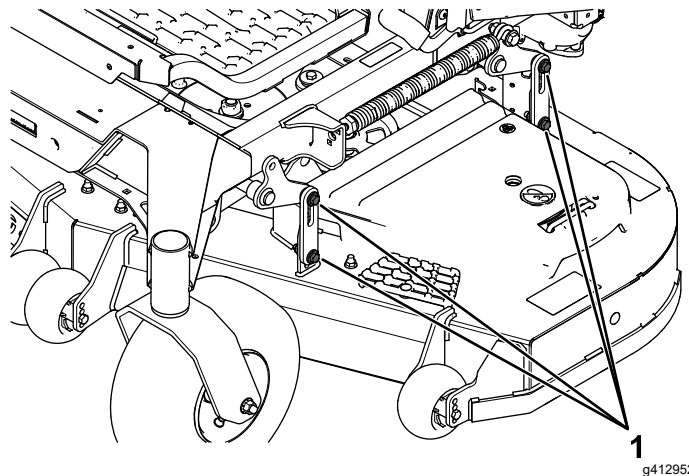

Рисунок 85
16. Ослабьте болты (**Рисунок 85**) на всех 4 углах и убедитесь в том, что дека газонокосилки надежно опирается на все 4 подставки.